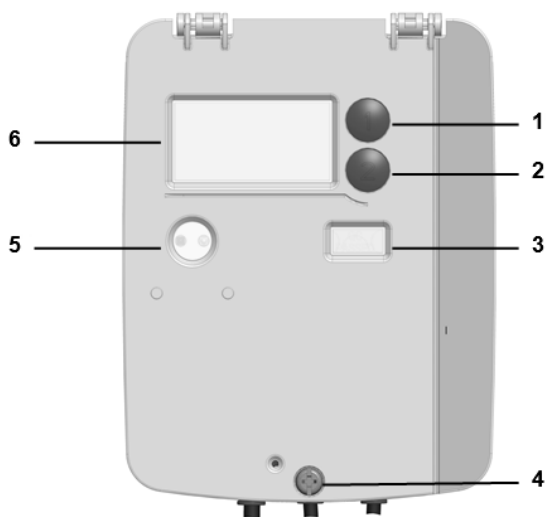

Abbildung 1: Zähler, geschlossen
- Schraube am Verschluss vom Gerätedeckel (Abb.1, Nr. 4): mind. 1 Nm